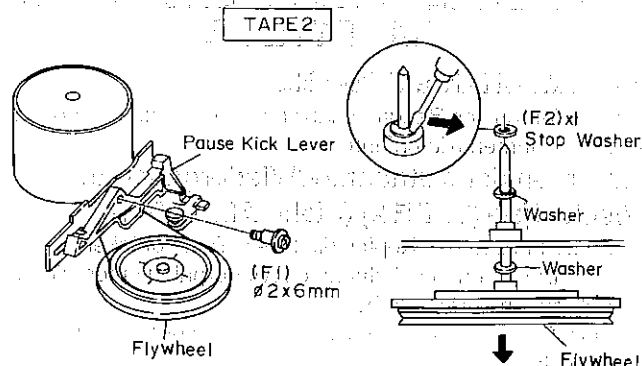

Figure 16-1
⑤ How to remove the flywheel (TAPE 2) (See Fig. 16-1.)
Entfernen des Schwungrades (TAPE 2) (Siehe Abb. 16-1.)
Retrait du volant (TAPE 2) (Voir Fig. 16-1.)